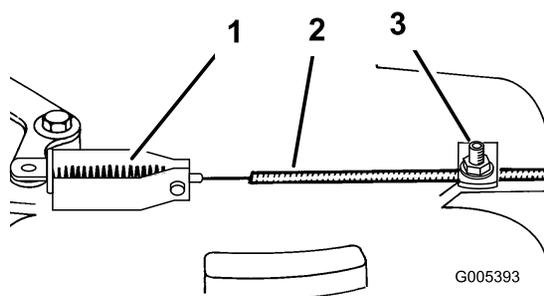

Bild 33
3. Lockern Sie die Kabelklemmschraube, bis sich der Bremszug verschieben lässt (Bild 33).